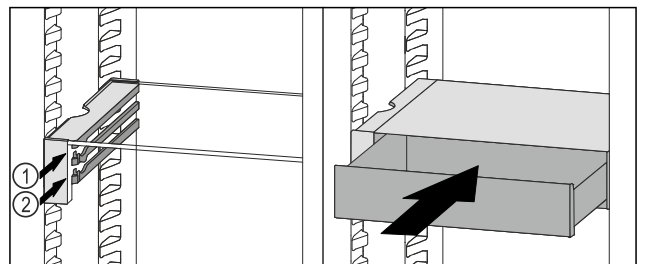

Fig. 61
- ▶ Coloque el cajón VarioSafe en la nervadura deseada Fig. 61 (1) o Fig. 61 (2) detrás de los topes.